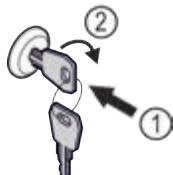

Fig. 125
- Вдавити ключ Fig. 125 (1).
- Повернути ключ на 90° за годинниковою стрілкою Fig. 125 (2).